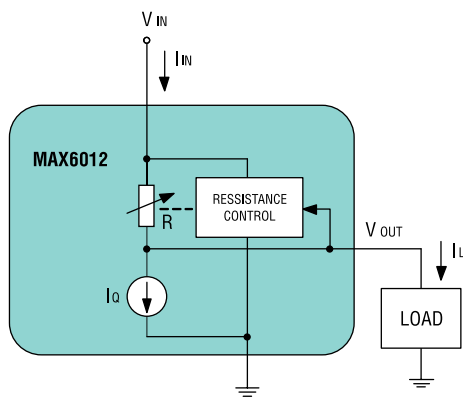

Рис. 2. Регулирующая часть последовательного ИОН подключена последовательно с нагрузкой
Последовательный ИОН (рисунок 2), может рассматриваться как переменный резистор, управляемый напряжением. Выходное напряжение  $V_{OUT}$  контролирует внутреннее сопротивление между входом и выходом ИОН. Ток, протекающий через внутреннее контролируемое сопротивление, создает падение напряжения между входом и выходом ИОН. Без нагрузки через внутреннее сопротивление (R), протекает малый ток ( $I_Q$ ), обеспечивая падение напряжения между входом и выходом, необходимое для обеспечения требуемого  $V_{OUT}$ .